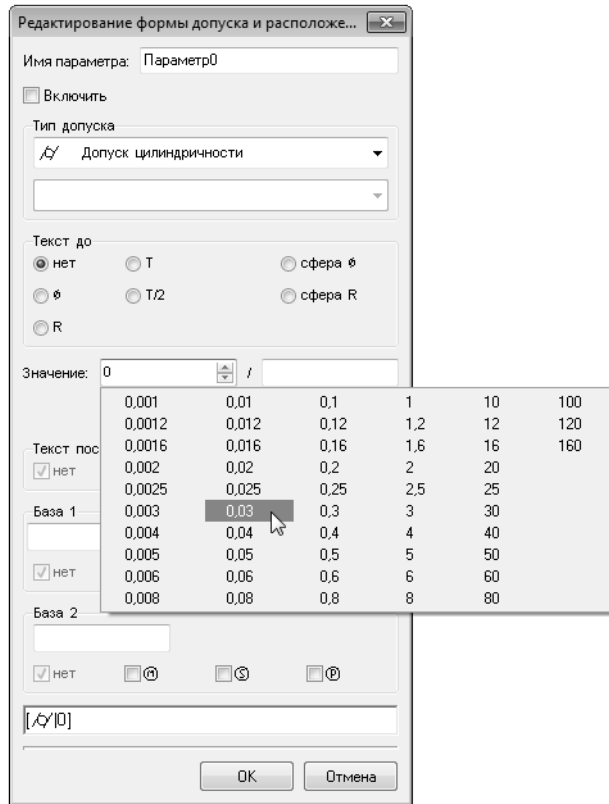

Рис. 3.6.
15. В появившемся диалоге **Редактирование формы допуска и расположения** в списке **Тип допуска** выберите **Допуск цилиндричности**. В ячейке **Значение** дважды щелкните левой кнопкой мыши, в результате чего появится ряд стандартных отклонений (рис. 3.6).